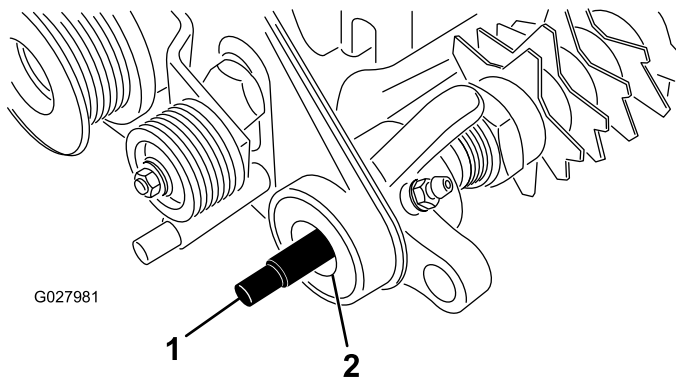

Figura 9
1. Aplique una capa ligera de grasa en los extremos del eje del groomer y en los bordes de las juntas (Figura 9) en las placas de soporte y de transmisión. Asegúrese de que están instalados correctamente todos los cojinetes, los casquillos y las juntas.